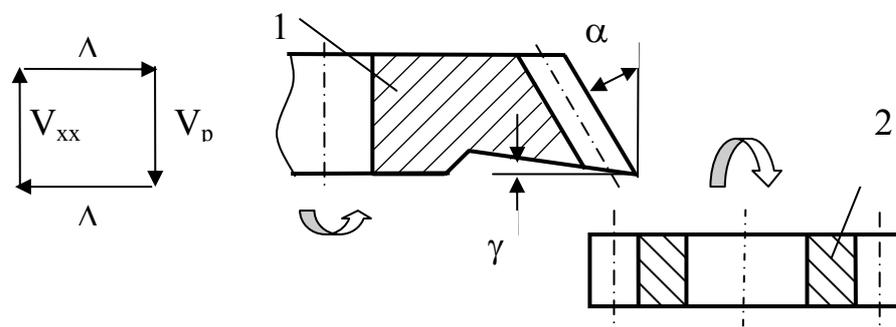

Рис. 80. Схема нарезания зубчатого колеса долбяком:
Зуборезный долбяк (1) представляет собой колесо с эвольвентными зубьями, имеющее режущие кромки, передние и задние углы (рис. 80).